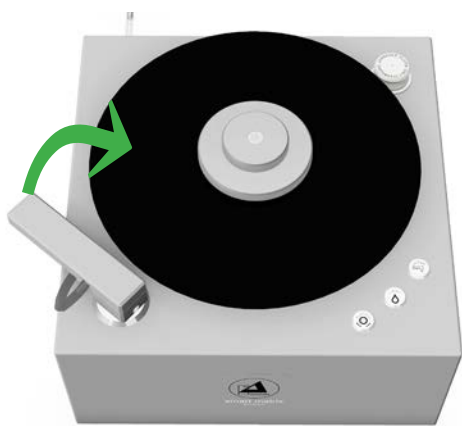

Abb. 5: Anschaltautomatik
3. Schwenken Sie nun den Absaugarm über die Platte. Durch herunterdrücken des Absaugarmes auf die LP startet die Anschaltautomatik der Maschine. Der Plattenteller beginnt sich zu drehen. Um eine Beschädigung der Platte vorzubeugen wird automatisch eine kleine Menge Reinigungsflüssigkeit aufgetragen (Abb. 5).